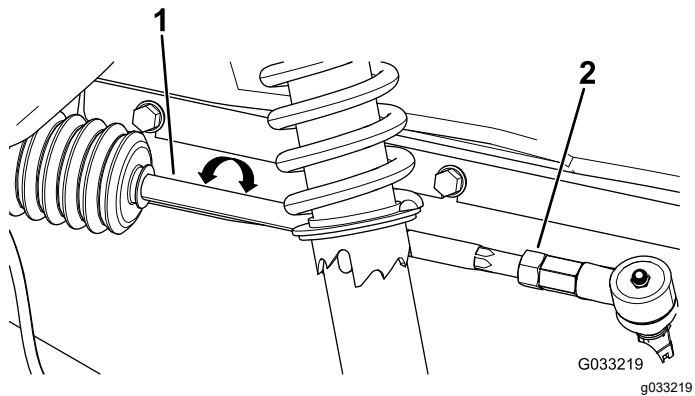

Bild 53
2. Wenn der Wert nicht zwischen 0-6 mm liegt, lösen Sie die Klemmmuttern am äußeren Ende der Spurstangen (Bild 53).